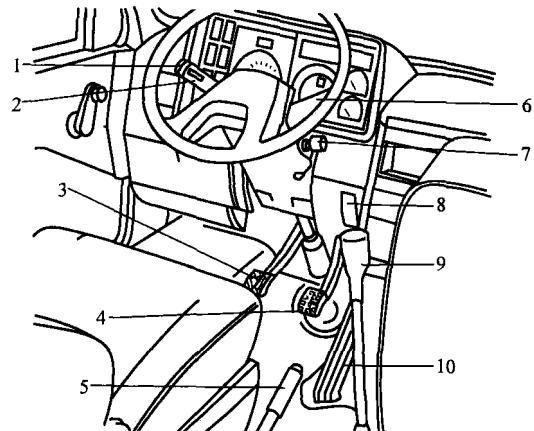

图 1-1 操纵杆与踏板位置
各操纵机构位置如图 1-1 所示。由于依维柯汽车型号较多，图 1-1 所示操纵位置仅供参考。
3. 组合开关(参阅图 1-1)
主要操纵杆和踏板见图 1-1。